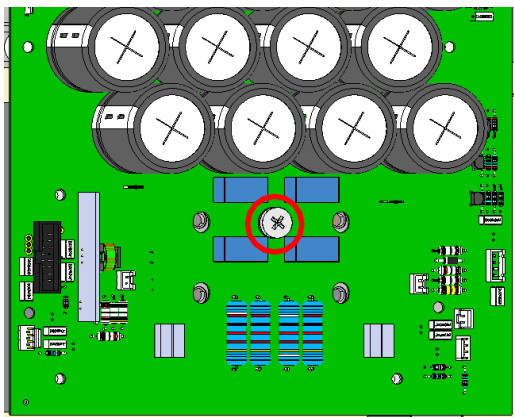

Fig. 75
- 2) Fix the board to the PFC module with n.1 screw (PZ13 - Refer to Fig. 75).